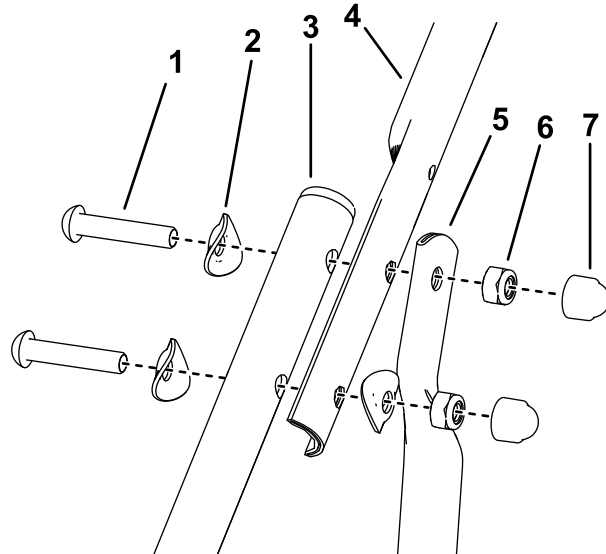

Рисунок 5
4. Установите верхние штанги рукоятки и верхние части подпорок рукоятки на нижние штанги рукоятки с помощью 3 чашеобразных шайб, 2 болтов и 2 шестигранных контргайк на каждой стороне (Рисунок 5).